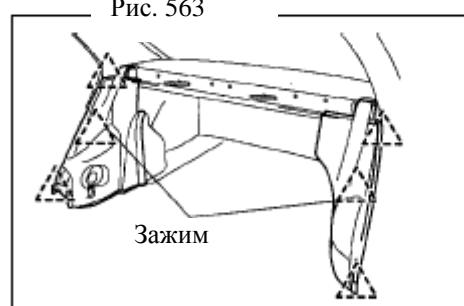

Рис. 564
- b. С помощью отвертки снимите 3 зажима и снимите нижнюю отделку правой четверти(рис. 564).